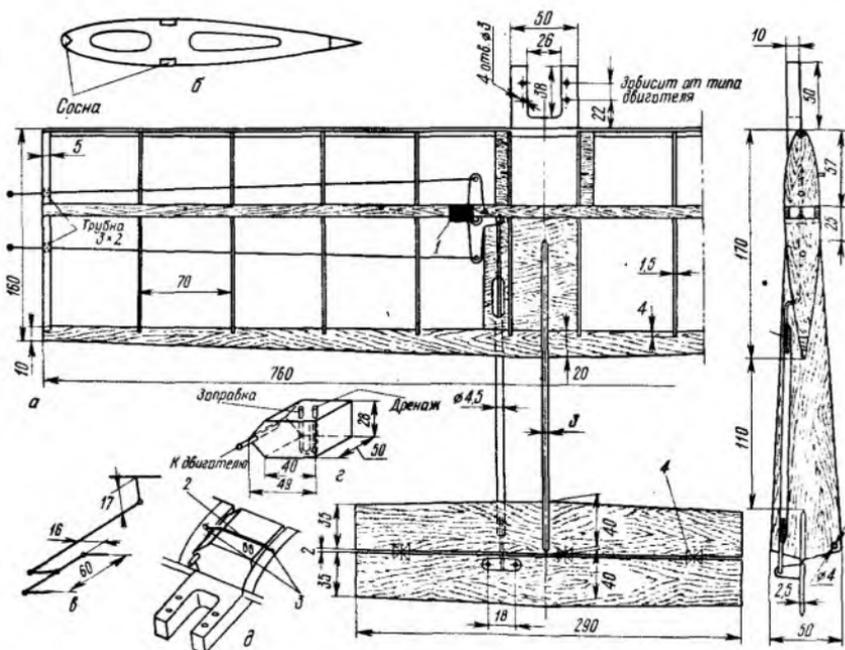

Рис. 36. Модель воздушного боя:
**Модель воздушного боя** (рис. 36) изготовлена из недефицитных материалов, а несложная конструкция позволяет закончить постройку за сравнительно короткий срок. Как показывает опыт, в пио-